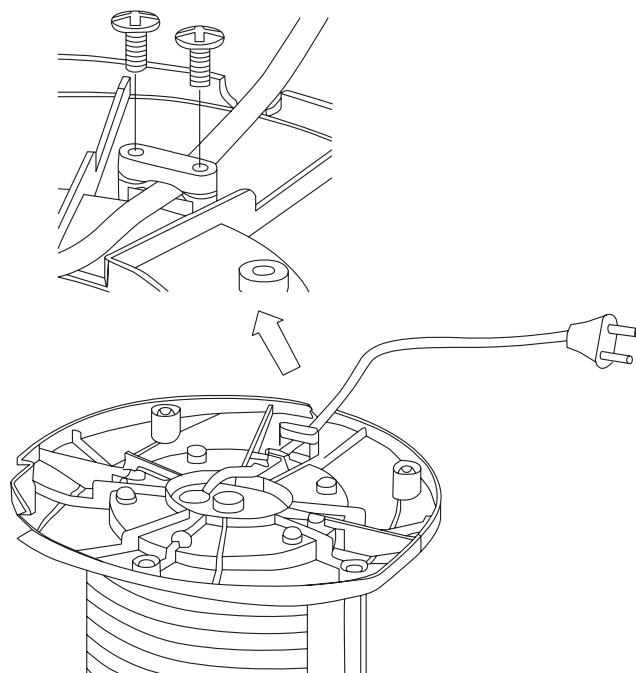

FIGURE 2
2. Une fois la base solidement fixée, desserrez les vis du guide de cordon et faites passer le cordon. Puis, resserrez les vis (Figure 2).